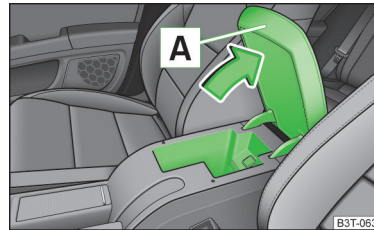

Abb. 87
- Den Deckel der Armlehne am Griff **A** in Pfeilrichtung ziehen und öffnen » Abb. 87.
- Den Deckel bis zum Anschlag öffnen, erst dann kann dieser nach unten entgegen der Pfeilrichtung geklappt werden » Abb. 87.